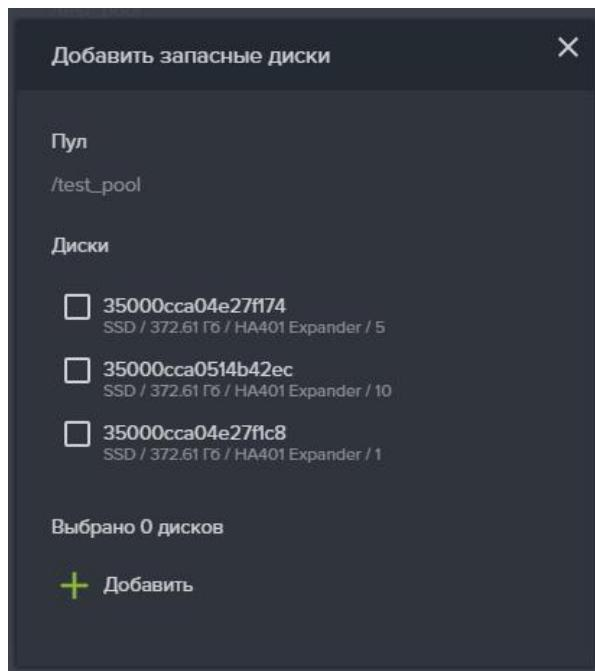

Рисунок 31 – Добавление в пул запасного диска
4. Нажмите на кнопку «Добавить запасные диски», откроется окно добавления запасных дисков (см. Рисунок 31).